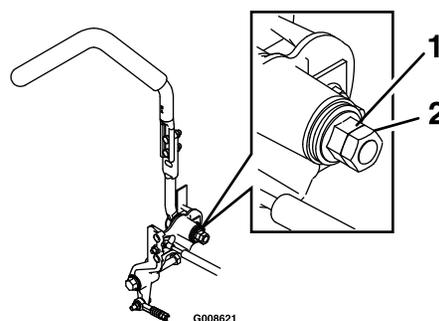

Bild 65
1. Lösen Sie die Klemmutter (Bild 65).